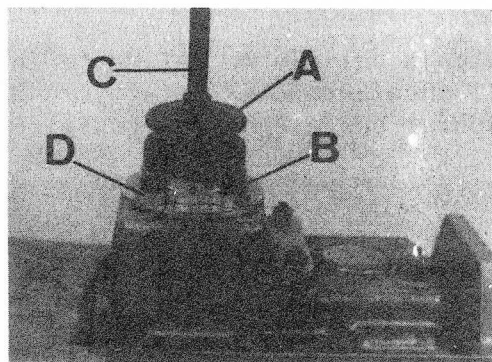

Fig. C1-64 Desmontaje palanca de velocidades
- 1.2. Retirar el guardapolvos, A (Fig. C1-64) de la palanca, C, y desmontar los elementos de fijación, B, del soporte, D.
- 1.3. Extraer la palanca, C, (Fig. C1-64) en unión de su soporte, D, teniendo en cuenta que no haya ninguna velocidad seleccionada.